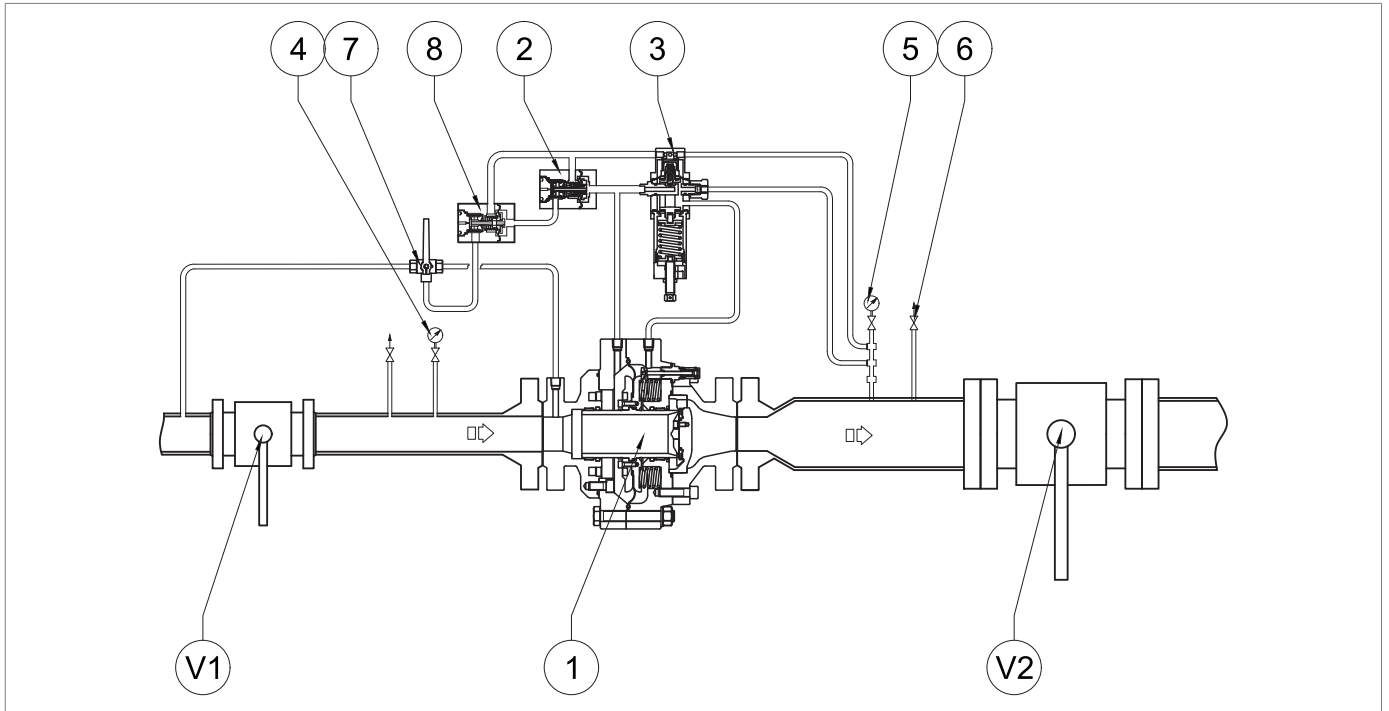

Fig. 8.24. Messa in servizio del regolatore ASX 176/FO
1	<p>Aumentare la pressione di valle fino al valore di intervento della valvola di blocco, agendo sul regolatore principale, per verificare la corretta taratura.</p> <p>! AVVISO!</p> <p>Controllare la pressione facendo riferimento al manometro (Fig. 8.24, rif. 5) posto a valle del regolatore principale. Se la valvola di blocco:</p> <ul style="list-style-type: none"> • interviene prima del valore di pressione previsto: avvitare (senso orario) la ghiera di regolazione (13) così da comprimere maggiormente la molla (11); • non interviene al valore di pressione previsto: svitare (senso antiorario) la ghiera di regolazione (13), così da scaricare la molla (11).
2	Diminuire la pressione del tratto di valle aprendo il rubinetto di scarico (Fig. 8.24, rif. 6) per portarla fino al valore di taratura del regolatore principale.
3	Chiudere il rubinetto di scarico (Fig. 8.24, rif. 6).
1	Aprire il rubinetto di scarico (Fig. 8.24, rif. 6) in atmosfera e tenerlo aperto per le fasi successive.
2	<p>Diminuire la pressione a valle fino alla pressione minima richiesta di intervento del blocco, agendo sul regolatore principale.</p> <div style="border: 1px solid black; padding: 5px;"> <p>! AVVISO!</p> <p>Controllare la pressione facendo riferimento al manometro di valle (Fig. 8.24, rif. 5).</p> <p>Se la valvola di blocco:</p> <ul style="list-style-type: none"> • interviene prima del valore di pressione previsto: svitare (senso antiorario) la ghiera di regolazione (15) così da scaricare la molla (17); • non interviene al valore di pressione previsto: avvitare (senso orario) la ghiera di regolazione (15), così da comprimere maggiormente la molla (17). </div>